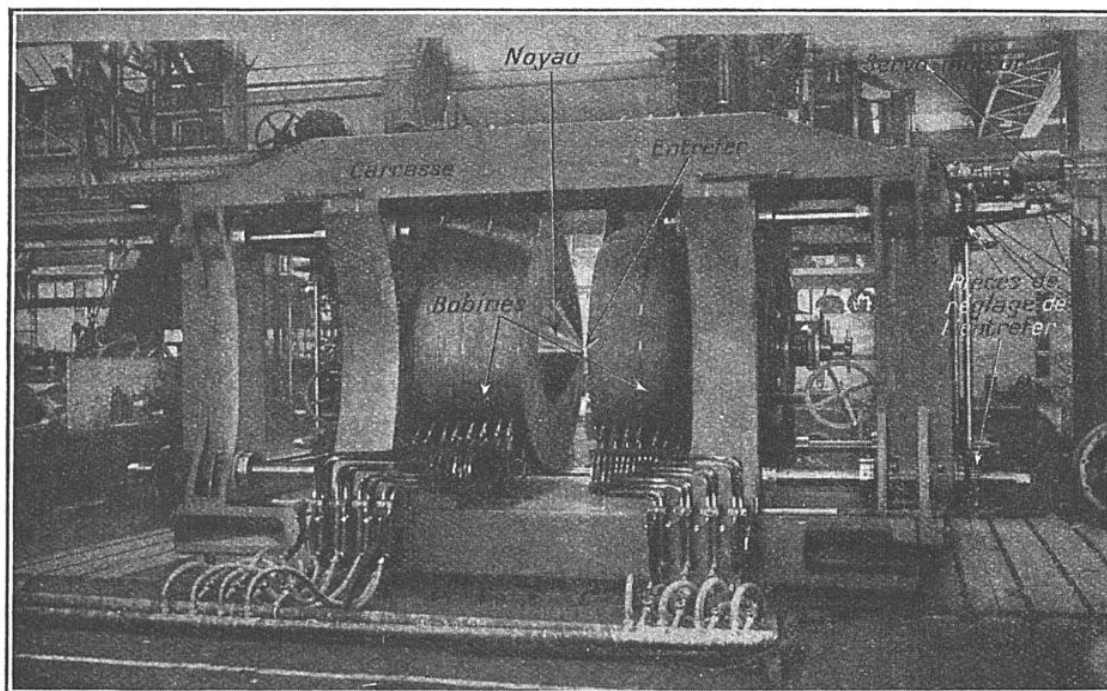

FIG. 14. — LE GROS ÉLECTROAIMANT INSTALLÉ PAR AIMÉ COTTON A BELLEVUE (1928), DONT UNE MAQUETTE FIGURE A L'EXPOSITION DE NEW YORK
température au voisinage de son « point de Curie ». (L'expérience est réalisée à l'aide d'une des répliques du grand électroaimant de Bellevue figure 14.)
date de 1905 ; le « magnéton » de Weiss, de 1907 (1). Les recherches expérimentales ont été facilitées, dans ce domaine de l'électromagnétisme, par la construction du gros électroaimant de Bellevue (Aimé Cotton, 1928), dont un modèle réduit a été envoyé à New York (fig. 14).